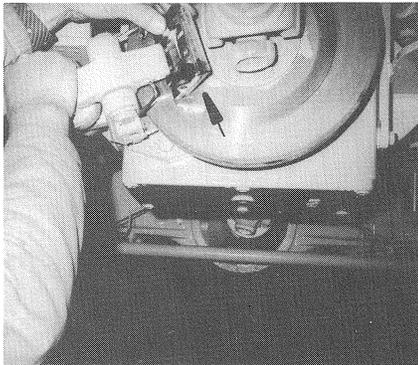

Bild 55
- (3) Bremsklotz nach oben herausziehen (Bild 55/Pfeil).